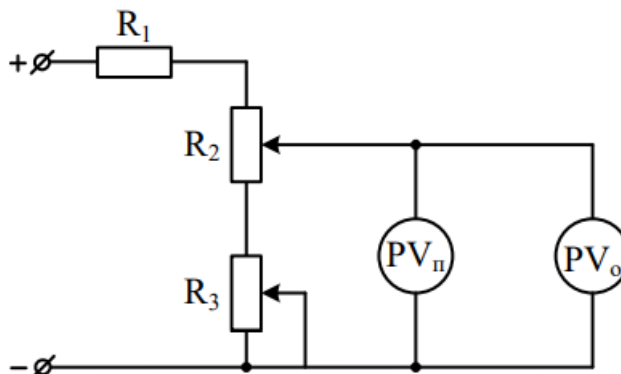

Рисунок 3.3 – Схема для поверки вольтметра
- Соедините аппаратуру в соответствии со схемой электрической соединений рисунком 3.1 и схемой рисунок 3.3